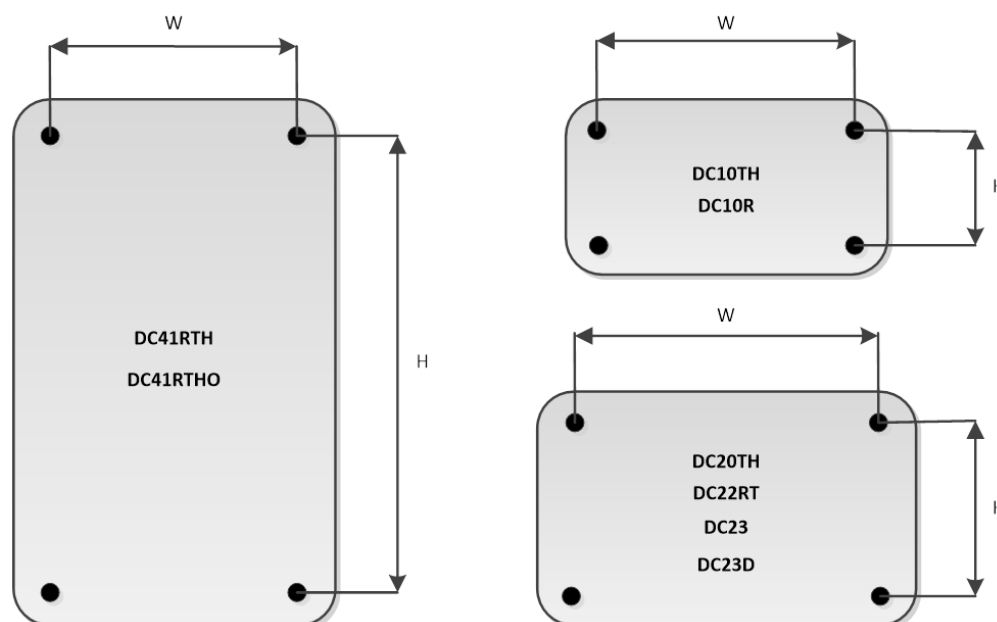

Fig. 8.1 Formats par modèle d'afficheur
- 3) **Suspendue** : Identifiez le modèle du visualiseur sur la Fig. 8.1 et placer 2 des chevilles fournies à la distance W indiquée dans le tableau 8.1, en laissant la tête de vis dépasser d'environ 4 mm. Accrochez l'afficheur à travers la fente supérieure en suivant le zigzag.